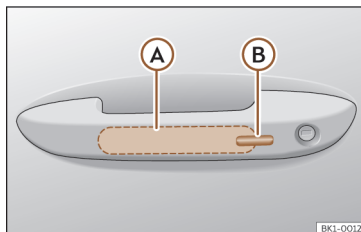

Fig. 69 Manecilla de la puerta: superficies sensoras.
>>> **fig. 69**
- Toque la superficie sensora >>> **fig. 69** Ⓑ situada en el lado exterior de la manilla de la puerta. Todos los intermitentes parpadean una vez.
- Antes de que transcurran 5 segundos, toque una vez el sensor del lado exterior de la manilla de la puerta >>> **fig. 69 B**. Al hacerlo, no agarrar la manilla. El sistema Keyless Access queda desactivado temporalmente.
Para **cerrar con la función de confort** todas las ventanillas eléctricas y el techo de cristal, mantenga un dedo durante unos segundos sobre la superficie sensora de bloqueo >>> **fig. 69 B** de la manecilla de la puerta hasta que se hayan cerrado las ventanillas y el techo.